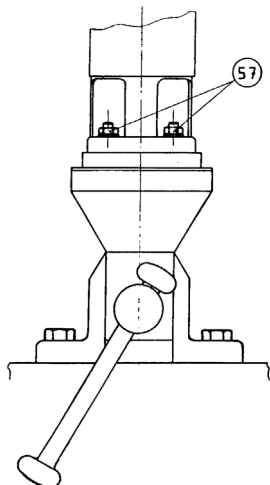

fig. 7
- Dévisser les 4 écrous (57) (fig.7).